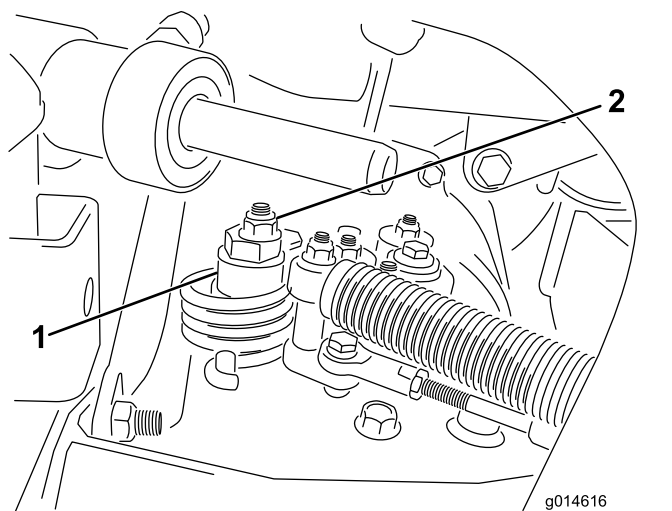

図 46
- A. 偏芯ナットをハイドロスタット上部に止めているナットをゆるめる 図 46。
- C. どちらにも車輪が回らないように偏芯ナットを回して調整する。調整ができたなら固定ナットを締める 図 46。スロットル SLOW および FAST 位置で調整が正しいことを確認する。